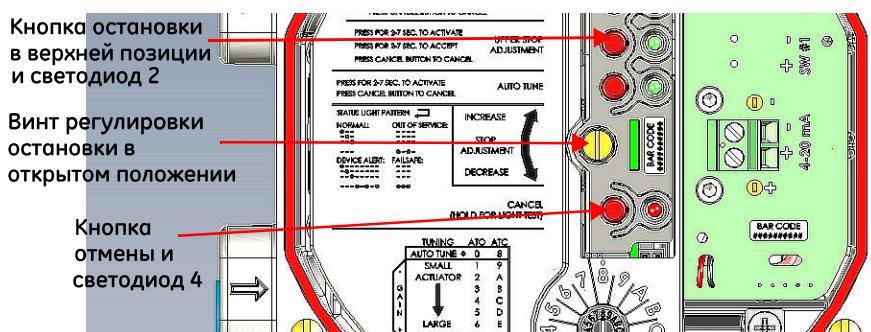

Рис. 21. Винт регулировки остановки в открытом положении
2. Установите клапан в нужное положение с помощью винта регулировки точки остановки при открытии (Рис. 21).